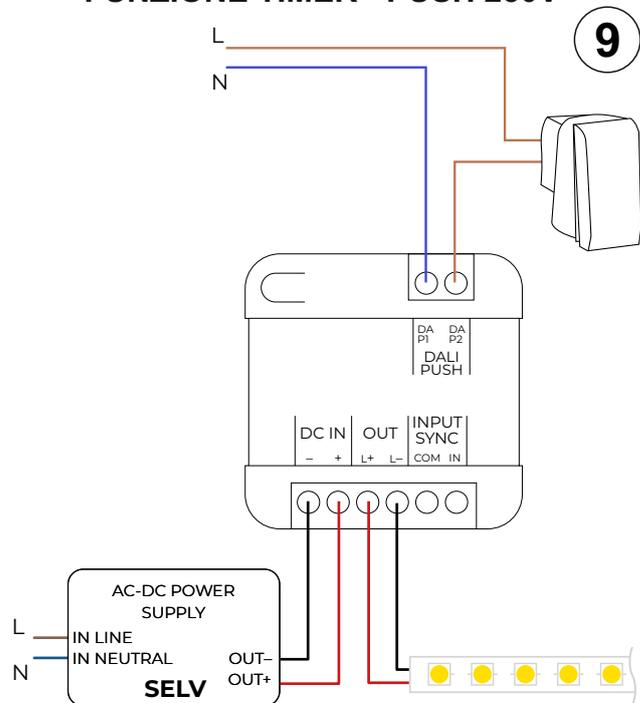

FIG. 9 - collegamento pulsante a tensione di rete
**Il controllo tramite pulsante può avvenire utilizzando direttamente la tensione di rete (110÷230VAC) come in FIG. 9, oppure la tensione di uscita dell'alimentatore (8÷53VDC), FIG. 10.**
Per l'installazione del dimmer in impianto è preferibile l'utilizzo dello schema riportato in FIG. 9.